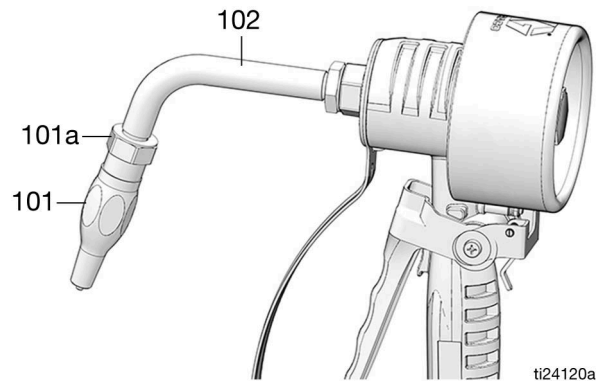

FIG. 7
- a. Enrosque la boquilla (101) en la extensión (102) tal como se observa en la FIG. 7.
- b. Utilice una llave inglesa en los lados planos del casquillo de la boquilla (101a) (FIG. 7) para apretar el accesorio de conexión.